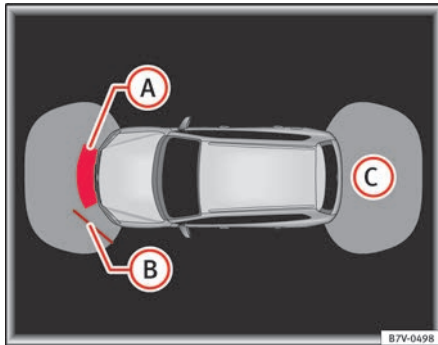
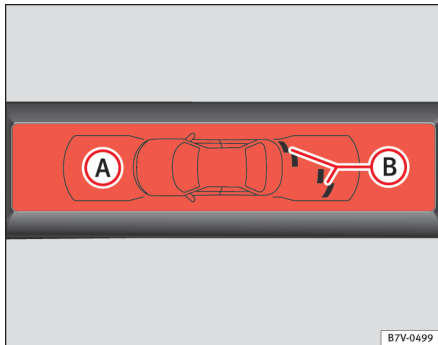

Abb. 142 Bildschirmanzeige des OPS: (A) Hindernis im Kollisionsbereich erkannt. (B) Hindernis im Segment erkannt. (C) Abgetasteter Bereich hinter dem Fahrzeug.
Abb. 143 Bildschirmanzeige des OPS: (A) Hindernis im Segment erkannt. (B) Abgetasteter Bereich vor dem Fahrzeug.
Der Bereich, in dem Hindernisse erkannt werden, erstreckt sich vor dem Fahrzeug bis zu einem Abstand von etwa 120 cm und etwa 60 cm zur Seite ⇒ Abb. 143 (B). Der Bereich hinter dem Fahrzeug wird bis zu einem Abstand von etwa 160 cm und etwa 60 cm zur Seite abgetastet ⇒ Abb. 142 (C).
Die angezeigte Grafik stellt die überwachten Bereiche in mehreren Segmenten dar. Je mehr sich das Fahrzeug einem Hindernis annähert, umso dichter rückt das Segment an das dargestellte Fahrzeug (B) und ⇒ Abb. 143 (A). Spätestens wenn das vorletzte Segment angezeigt wird, ist der Kollisionsbereich erreicht. **Nicht weiterfahren!** ▶